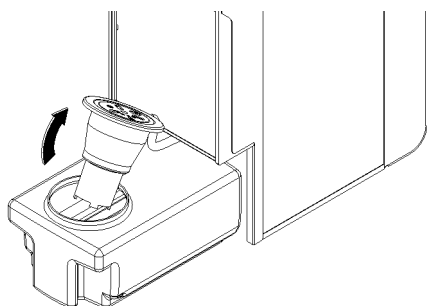

**figura 1**
**2** Rimuovere il cassetto raccogliocce (vedere figura 1).
descritta in precedenza (vedere figura 1).